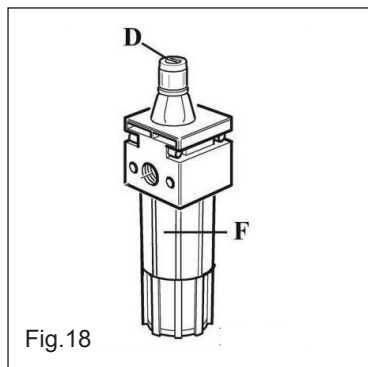

Fig.18
Vérifier le niveau du réservoir de lubrifiant. Si nécessaire, faire l'appoint en dévissant le réservoir (F). Utiliser pour le circuit d'air comprimé uniquement de l'huile classe ISO HG de viscosité VG 32 (Fig.18).
Vérifier qu'une goutte d'huile est injectée dans le réservoir f tous les 3-4 fois appuis sur la pédale (V). Si ce n'est pas le cas, régler à l'aide de la vis (D) (Fig.18)